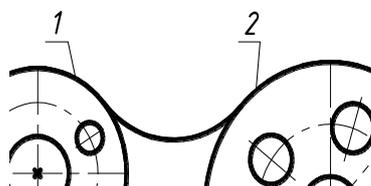

Рис.3.22
- Будуємо спряження у верхній частині контуру деталі (рис.3.22).